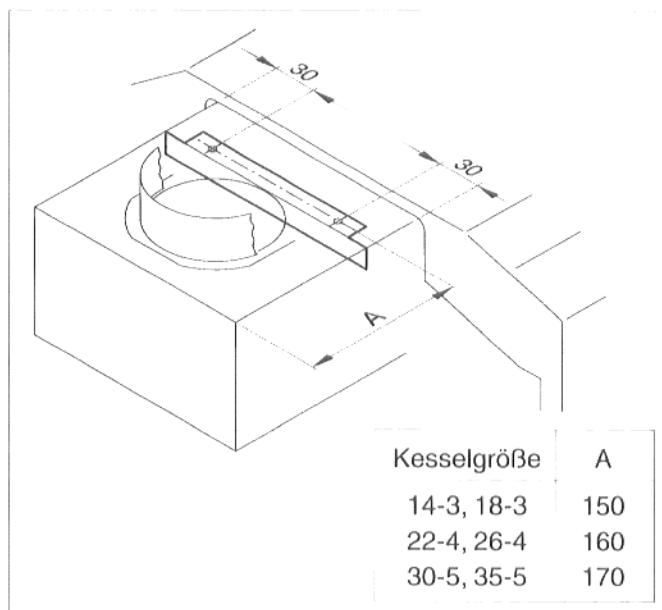

Abb. 2: Zugentkopplungsblech
- Zwei Bohrungen (\varnothing 6 mm) nach Abb. 2 auf der Oberseite der Strömungssicherung anbringen.
- Zugentkopplungsblech in der Strömungssicherung so montieren, daß die Vorderkante mit der Vorderkante der Öffnung in der Strömungssicherung bündig abschließt (Abb. 2).